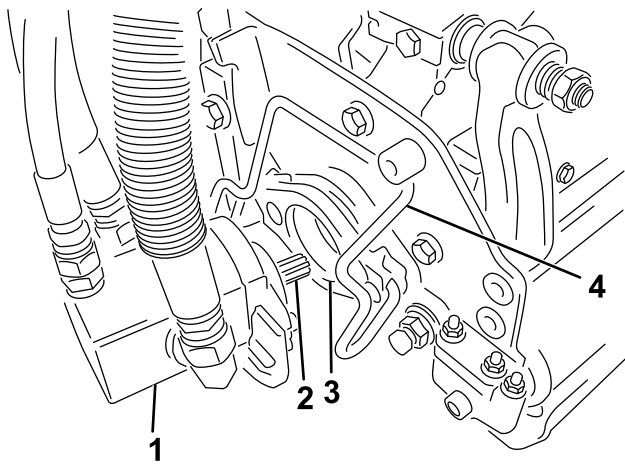

图31
5. 在滚刀组马达的花键轴上涂抹干净的润滑脂（图31）。
6. 将马达插入滚刀组左侧（从操作员的位置看），并将滚刀组上的马达固定架拉向马达，直到听见马达两侧发出“咔哒”的声音（图31）。